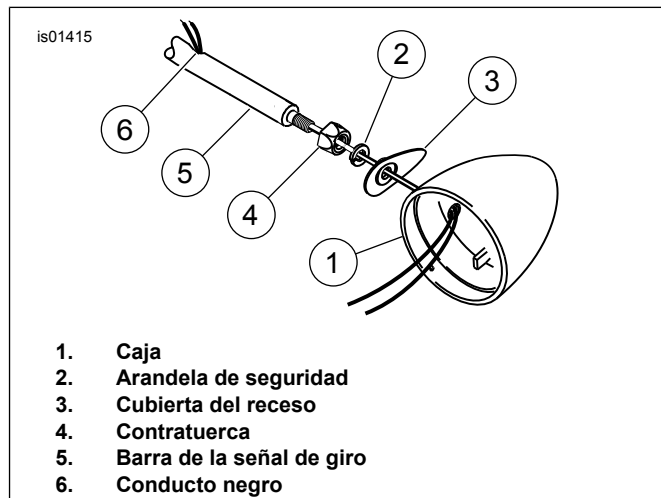

Figura 3. Instalación de la señal de giro
4. Vea la Figura 3. Instale las contratuercas cromadas (4) en ambos extremos de la barra de la señal de giro. Coloque los cables de la señal de giro:
- a. a través del agujero con rosca en la caja de la señal de giro (1),
- b. por la placa de cubierta del receso (3),
- c. a través de la nueva arandela de 5/16 (2),
- d. inserte los cables en el extremo de la barra de la señal de giro (5),
6. Enrosque la caja de la señal de giro (1) en el espárrago con rosca teniendo cuidado de no torcer los cables. Deje la caja de la señal de giro sujeta en la barra sin apretarla. Instale la bombilla y el lente.